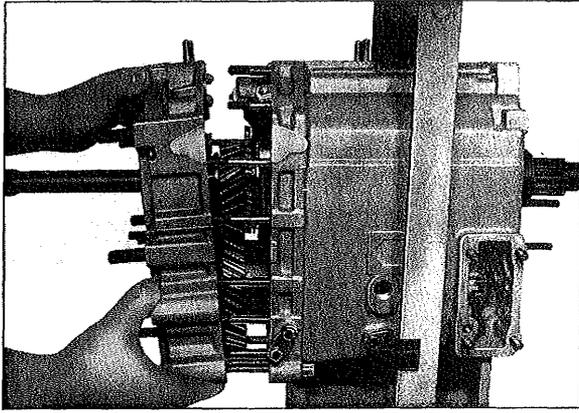

Fig. 11
- 7.2 Desserrer les écrous (102) de la partie frontale du carter (101) et soulever la partie frontale du carter (fig. 11).